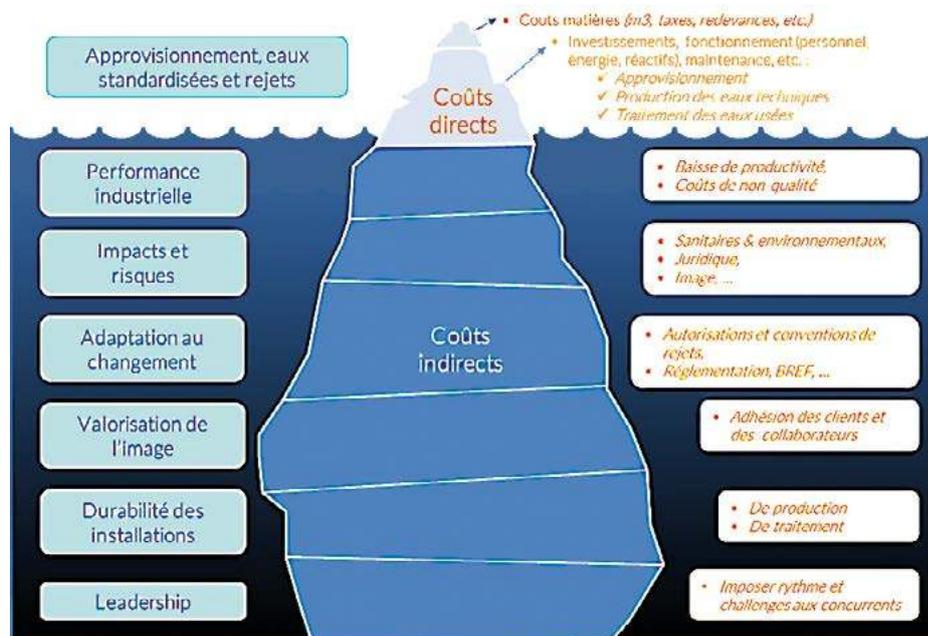

Figure 2. Présentation schématique des coûts directs et indirects à prendre en compte pour évaluer le coût global de l'eau d'un site industriel (© Aquassay)
1.2 Le coût réel de l'eau en industrie : coûts directs et indirects (figure 2)